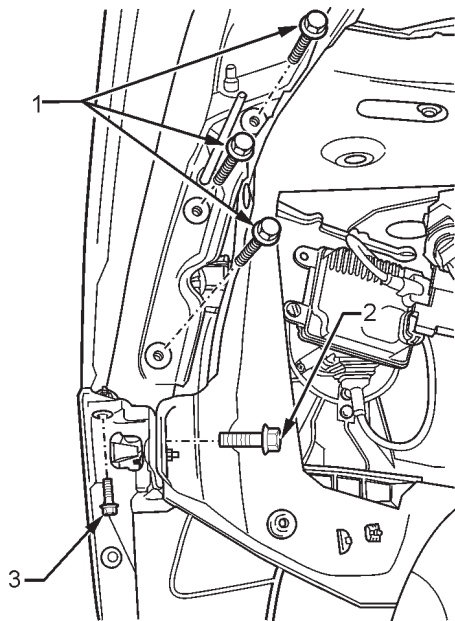

FIGURE 44
22. À l'aide d'une douille de 10 mm, enlever les trois boulons horizontaux orientés vers l'avant (1) et le boulon orienté vers l'extérieur (2) du support sur le côté du carénage.
23. Enlever le boulon de 7 mm orienté vers le haut du support (3).
25. Débrancher le faisceau de câblage du carénage (1) du faisceau de câblage du véhicule (2) sur le côté droit du véhicule. Retirer le carénage du véhicule. Se reporter à la Figure 44.